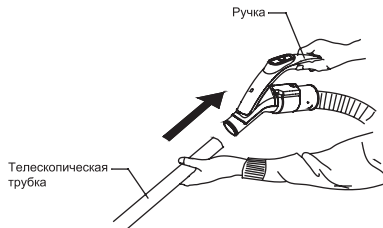

Рис. 6
2. Подсоедините телескопическую трубку к ручке гибкого шланга (Рис. 6). Для удлинения трубки необходимо нажать на кнопку фиксации на трубке и выдвинуть внутреннюю трубку на необходимую длину.